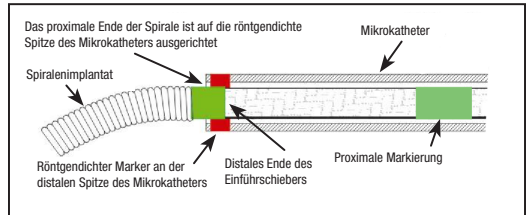

Abbildung 4 – Position der Markierungsbänder für das Abtrennen
30. Die Spirale an die gewünschte Position vorschieben, bis der proximale röntgendiagnostische Marker auf dem Einführschieber mit der distalen Spitze des Mikrokatheters ausgerichtet ist oder sich leicht distal davon befindet, sodass die Abtrennzeile gerade außerhalb der Mikrokatheterspitze liegt (siehe Abbildung 4).